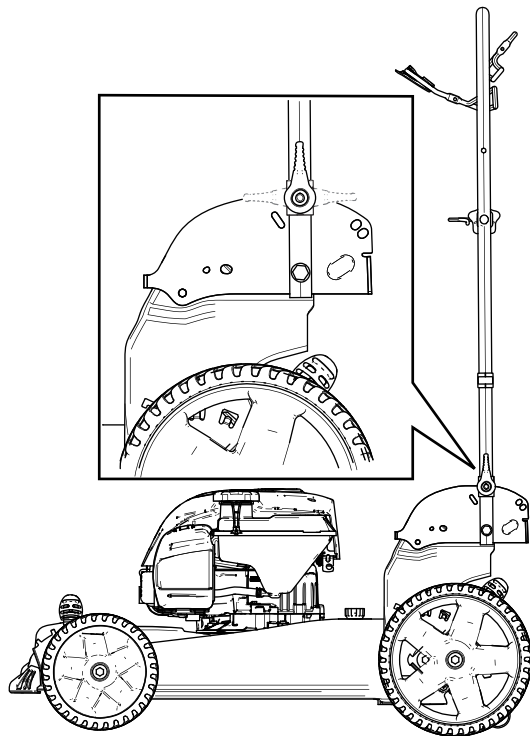

Рисунок 18
3. Сложите рукоятку вперед, установив ее в вертикальное положение или в положение до упора вперед, как показано на Рисунок 18.